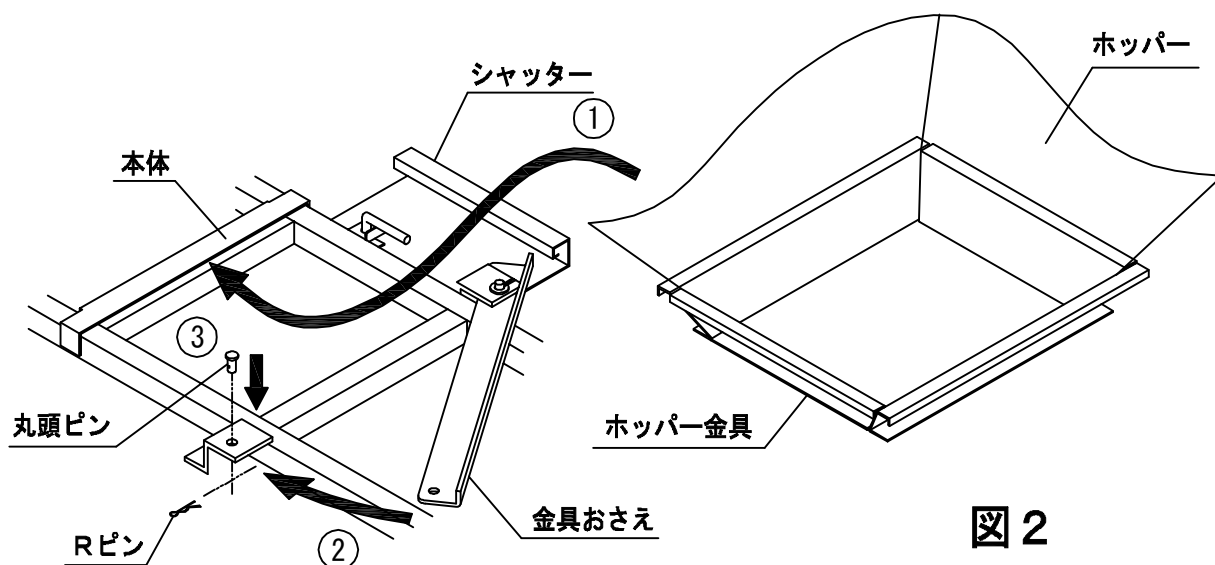

図2
- (1) ホッパー金具を本体中央部に、奥まで差し込みます。(図2-①)
- (2) ホッパー金具を金具おさえで固定します。(図2-②)
- (3) 丸頭ピンとRピンで、金具おさえと本体を固定します。(図2-③)
- (4) 本体の4隅に柱を差し込みます。(相マークで合わせて下さい。)
- (5) 上部の梁Dをホッパーに通して柱の梁受けに入れます。(前後2本)
- (6) 上部の梁Cをホッパーに通して柱の梁受けに入れます。(左右2本)
- (7) 上部の4隅にコ字ピンを差し込みます。
- (8) (5)(6)(7)の要領で下部の梁4本をセットします。